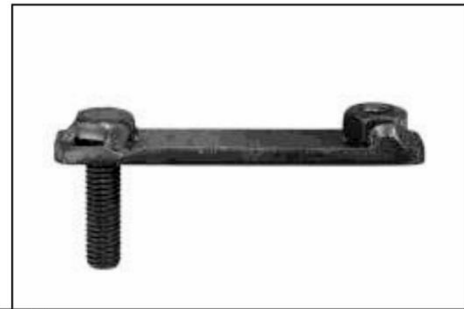
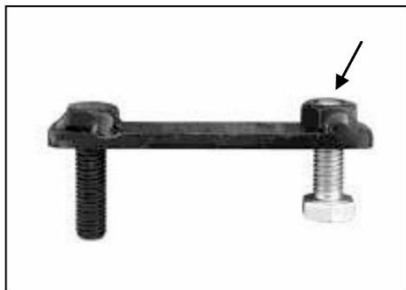
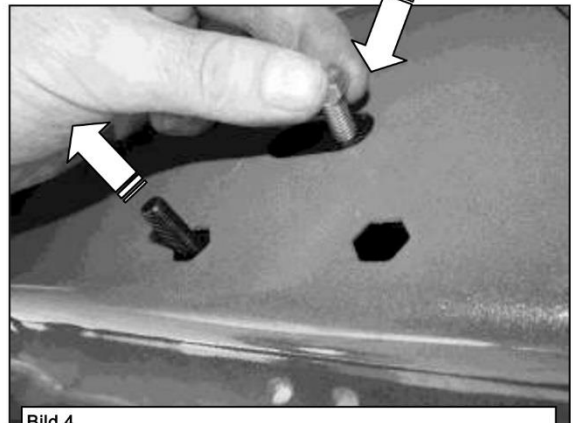

Bild 2
Bild 3
Bild 4
- Drehen Sie eine 8mm Schraube in die Mutter am Ende der Schrauben Platte (**Bild 2**). Drehen Sie die Schraube soweit auf die Mutter, bis diese mit der Mutter abschließt (**Bild 3**). Verwenden Sie die Sechskantschraube als Griff und führen sie die Schraube sowie die Platte in das ovale Loch ein (**Bild 4**). Führen Sie das Gewinde der Platte durch eines der sechseckigen originalen Löcher.
Befestigen zuerst die Halterung am Gewinde der Schrauben Platte. Entfernen Sie die 8mm Sechskantschraube (Bild 3). Drehen Sie die Schrauben Platte damit diese mit dem original sechseckigen Loch übereinstimmt.